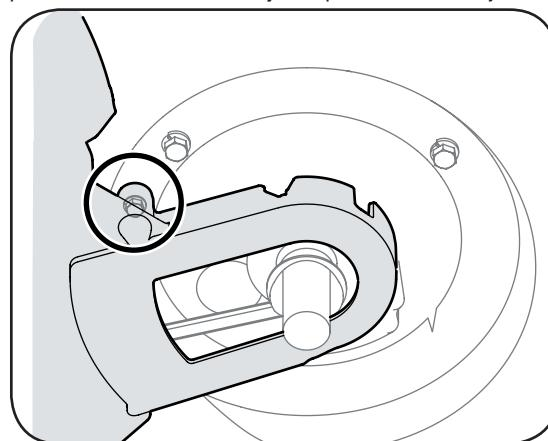

Figura 5-4: Quite el tornillo que sostiene la tolva a la cubierta.
5. Afloje el tornillo autoroscante que asegura la tolva de la cubierta a la cubierta, Figura 5-4.